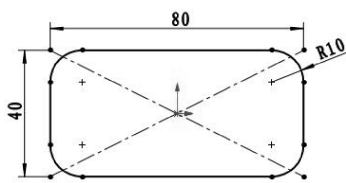

图 3-7 绘制圆角
- 单击 绘制圆角按钮，绘制 4 个半径为 R10 的圆角，如图 3-7 所示。